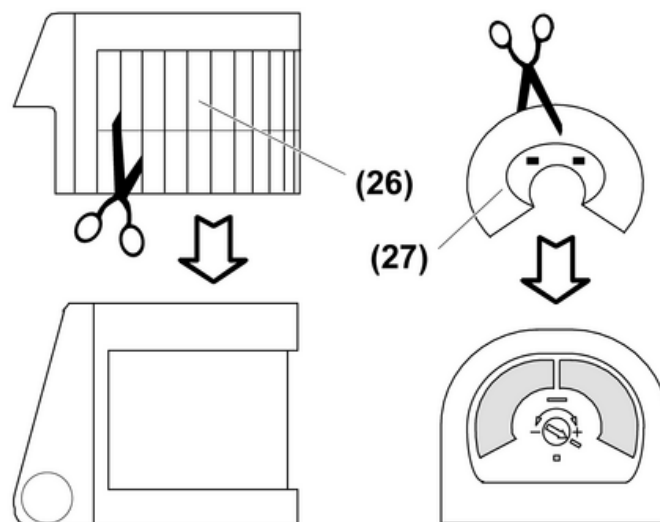

Bild 25: Aufsteckblende ausschneiden
- Aufsteckblende (26) ausschneiden (Bild 25).
- Beim System-Sensor 240° besteht zusätzlich die Möglichkeit, eine Blende (27) auf den Unterkreischschutz zu stecken.
- i** Wird der System-Sensor 240° an einer geraden Hauswand montiert ist der Erfassungsbereich durch die Aufsteckblende (26) auf 180° einzuschränken. Andernfalls führt das Erfassen der Hauswand aus kürzester Entfernung zu Fehlschaltungen.